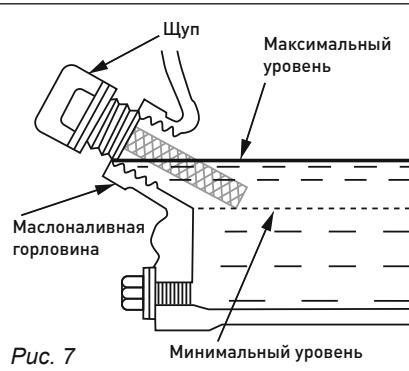

Рис. 7
- Открутите пробку горловины для заливки масла в картер (рис. 7).